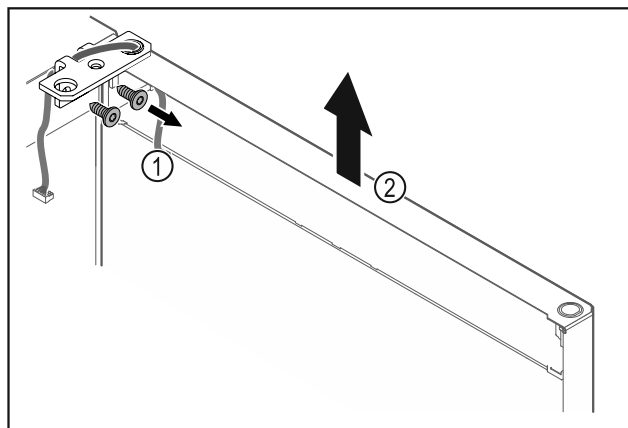

Fig. 24
- Scharnierwinkel Fig. 24 (1) abschrauben.
- Tür inklusive Scharnierwinkel Fig. 24 (2) circa 200 mm (7.87 in) gerade nach oben heben und abnehmen.